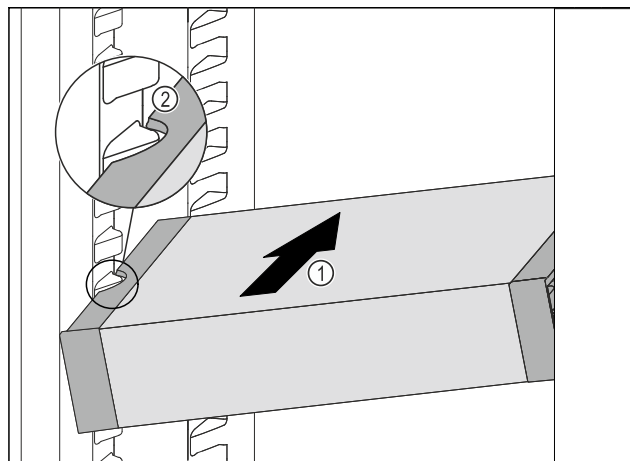

Fig. 79
- ▶ Вставити висувний ящик VarioSafe під кутом в охолоджувальне відділення Fig. 79 (1), доки бокові поглиблення Fig. 79 (2) VarioSafe не будуть розташовуватися на рівні ребра для ємності в охолоджувальному відділенні.